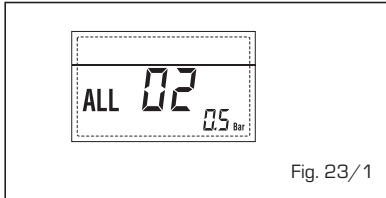

Fig. 23/1
- **ANOMALÍA ALTA PRESIÓN AGUA "ALL 03"** (fig. 23/2)